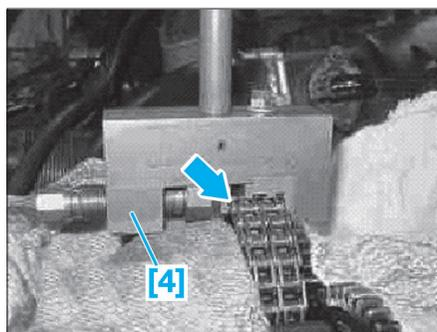

FIG. 35
- Placer l'outil de rivetage [4] précisément au dessus du centre de l'axe (Fig.35).